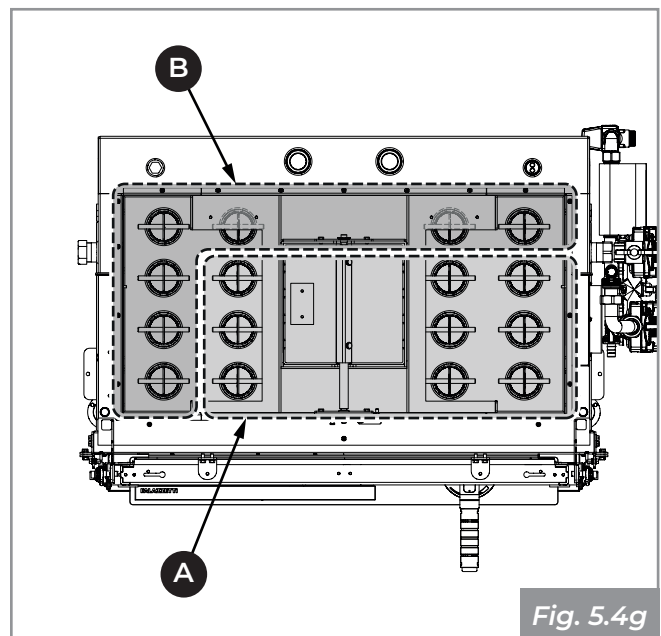

Fig. 5.4g
- Extraire tous les turbulateurs par le haut (**A - Fig. 5.4g**), à l'exclusion des quatre turbulateurs arrière et des trois turbulateurs sur le côté opposé au circuit hydraulique, qui devront être démontés par le bas (**B - Fig. 5.4g**) ;